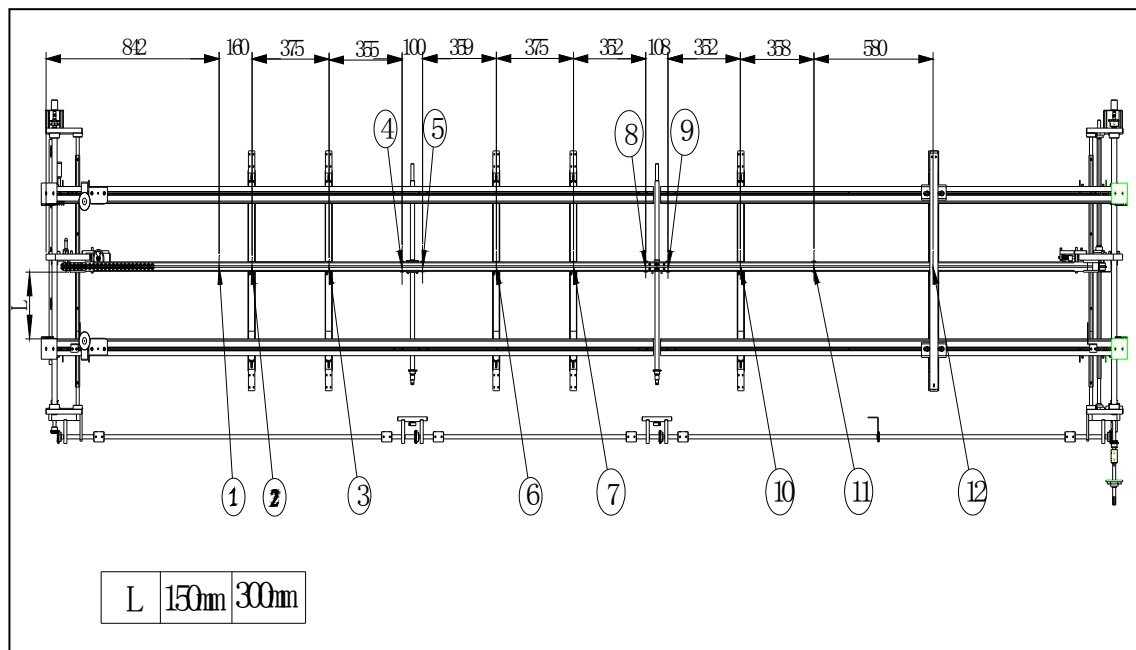

图 1
- 将标准测试板放在主传输链条上，然后把中支链条移至标准测试板下，用塞尺测量中支链条齿尖与标准测试板底部之间的距离。（如图 1 所示）